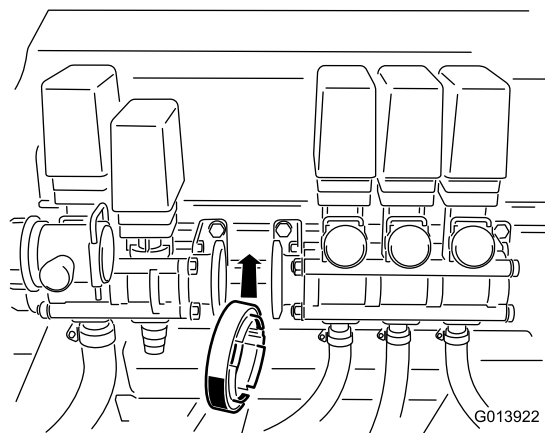

Рисунок 8
20. Надвиньте клапан стрелы в сборе обратно на новый клапан эдуктора, пока два переходника с прокладкой между ними не будут расположены на одном уровне (Рисунок 8).